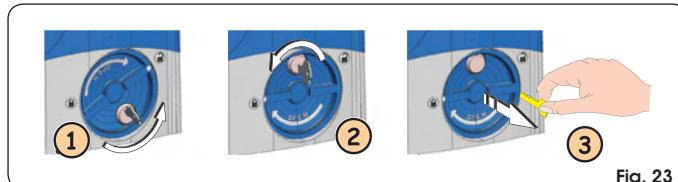

Fig. 23
1. Tourner le système de déverrouillage en sens inverse horaire d'environ 180°, d'après la Fig. 23 réf. ①.
2. Tourner la clé en sens inverse horaire d'après la Fig. 23 réf. ②, et l'extraire de la serrure d'après la Fig. 23 réf. ③.